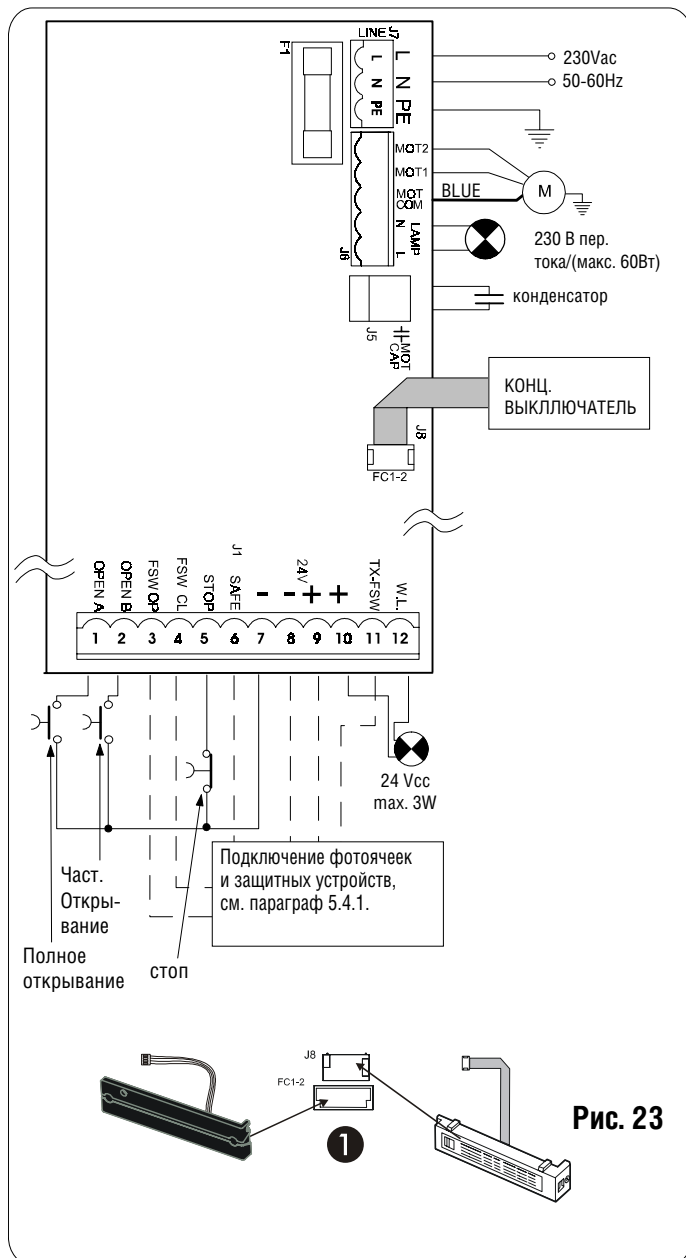

Рис. 23
5.4.2. J7 Клеммная колодка - энергопитание (рис. 23)
5.4.3. J6 клеммная колодка - двигатели и мигающая лампочка (рис. 23)
5.4.4. Клеммная колодка J1 – вспомогательное оборудование (рис. 23). Детальное описание работы различных логических схем смотри в соответствующих таблицах
Быстродействующий разъем для подключения индуктивного концевого выключателя. Для подключения вместе магнитного и индуктивного конечных выключателя (рис. 23 поз.0) к оборудованию